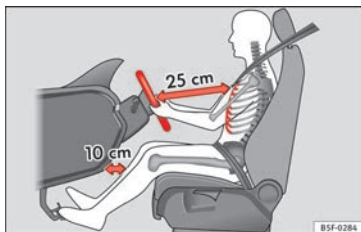
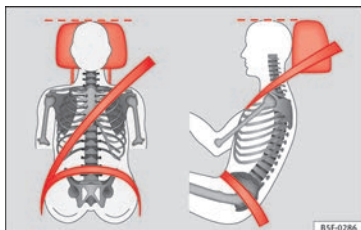

Fig. 1 La separación correcta entre el conductor y el volante debe ser de 25 cm como mínimo (10 pulgadas).
Fig. 2 Banda del cinturón y apoyacabezas ajustados correctamente.
- Ajuste el apoyacabezas de modo que el borde superior quede, en la medida de lo posible, a la altura de la parte superior de la cabeza, en ningún caso por debajo de los ojos. Mantenga la nuca lo más cerca posible del apoyacabezas » **fig. 1** y » **fig. 2**.
- Ajuste el volante de tal modo que quede como mínimo a 25 cm (10 pulgadas) del tórax » **fig. 1** y que pueda asir el volante lateralmente por la parte exterior con las dos manos y los brazos ligeramente flexionados.
- Ajuste el asiento del conductor longitudinalmente de forma que pueda pisar a fondo los pedales con las piernas ligeramente flexionadas y que las rodillas queden, como mínimo, a 10 cm (4 pulgadas) del tablero de instrumentos » **fig. 1**.